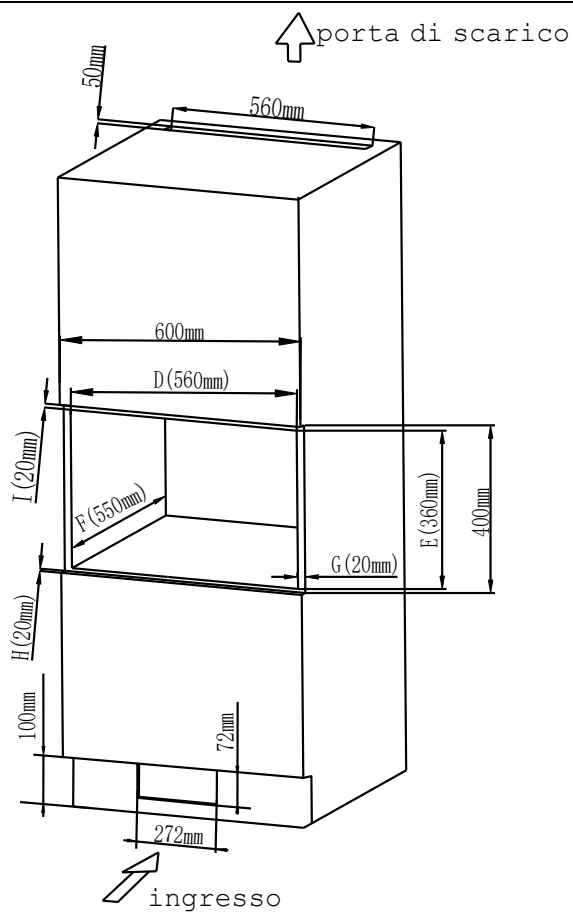

Fig. 5
Dimensioni apertura: (D)560±2 x (E)360±2 x (F)550±2 (mm) come il lustrato in Fig.5 "D", "E", "F".